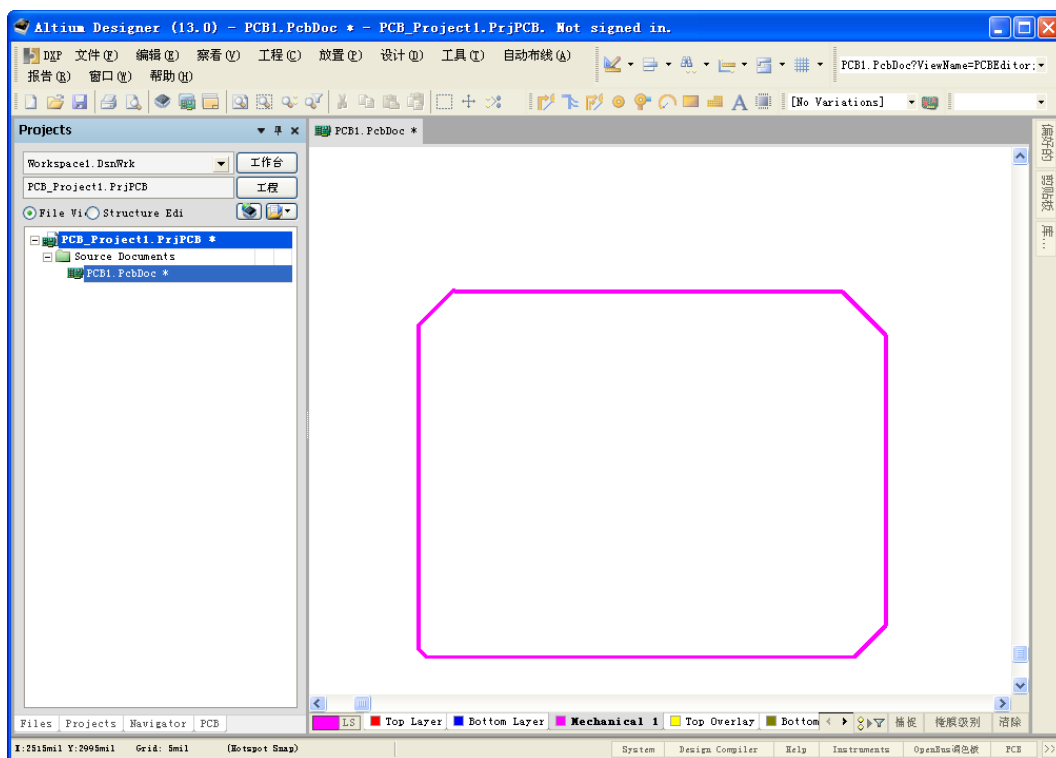

图 7-14 绘制好的 PCB 边框
Step4 当放置的线组成了一个封闭的边框时, 就可结束边框的绘制。右击或者按 Esc 键退出该操作, 绘制好的 PCB 边框如图 7-14 所示。